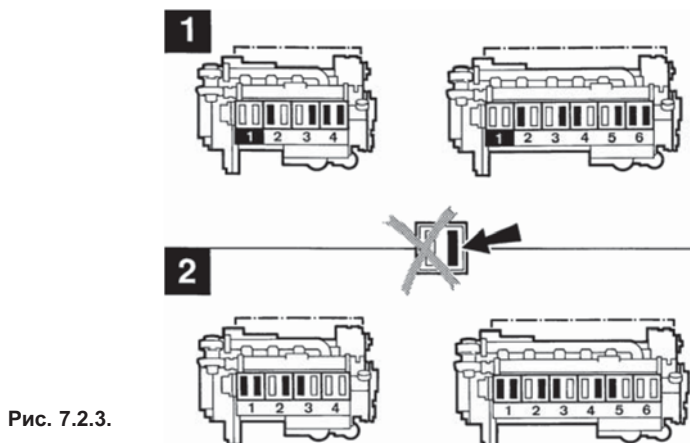

Рис. 7.2.3.
Поворачивайте коленчатый вал до перекрытия клапанов первого цилиндра (т. е. когда выпускной клапан будет почти закрыт, а впускной — почти открыт). Отрегулируйте зазор клапанов, отмеченных черным цветом на рис. 7.2.3 (1). Поставьте соответствующие коромысла мелом, чтобы было видно, где регулировка уже выполнена.
Поверните коленчатый вал еще на 360°. Отрегулируйте зазор клапанов, отмеченных черным цветом на рис. 7.2.3 (2). После регулировки затяните гайку коромысла, чтобы регулировочный винт не вращался.